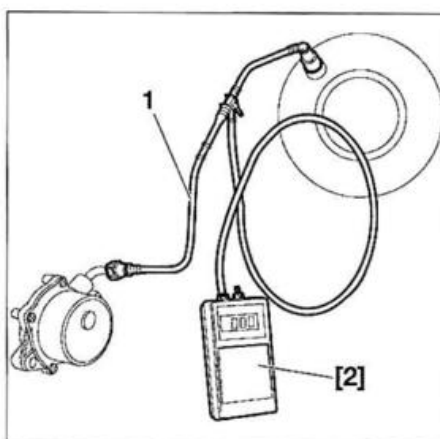

FIG. 19
- Localizar el tubo de depresión (1) entre la bomba de vacío y el amplificador de frenado. Insertar el útil [2] (controlador de presión ref. 1602.A, por ejemplo) (fig. 19).